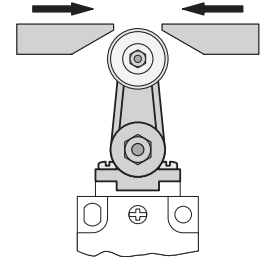

fig 5
- En los cabezales rotativos con palanca y rodillo (fig 5), el elemento operador externo debe accionar perpendicularmente al eje de rotación de la palanca y de preferencia perpendicular a ella.